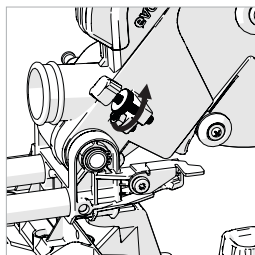

Fig. 26b
- Afloje la tuerca de seguridad moleteada. **(Fig. 26b)**
- Una vez ajustado en la profundidad deseada, apriete la tuerca de seguridad moleteada **(Fig. 26b)** contra el soporte de sujeción para bloquear el tope de profundidad y asegurarse de que no haya movimiento.